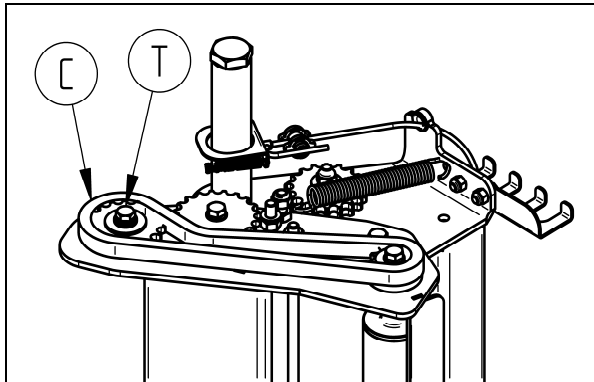

fig.33 – Points de lubrification tendeur de film
- La lubrification de la chaîne de transmission du tendeur de film (fig.33, C)
- Lubrifier la chaîne de transmission du support de film (fig.33, C) Si la chaîne est lâche, registrer le tendeur. (fig.33, T)
Vérifier la tension de la chaîne de transmission des rouleaux (fig.33) Si résulte lâche régler le pignon tendeur (fig.33, T)